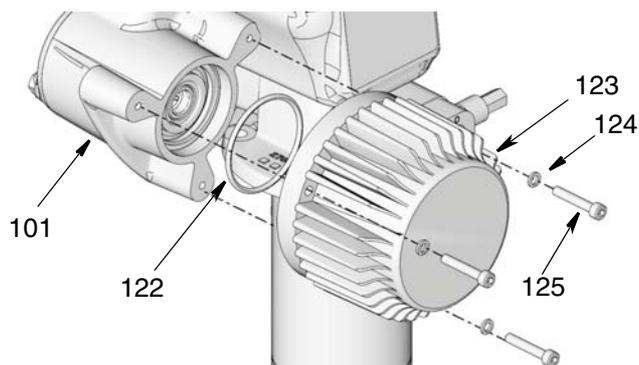

Рис. 57
- Нанесите тонкий слой консистентной смазки на уплотнительное кольцо (122). Установите уплотнительное кольцо в электродвигатель (123) (Рис. 57).
- Установите новый электродвигатель (123) с помощью винтов (125) и шайб (124) (Рис. 57). Используйте гаечный ключ для надежной затяжки винтов. Затяните с усилием 17 - 19 футов на фунт (23 - 25 Н•м).